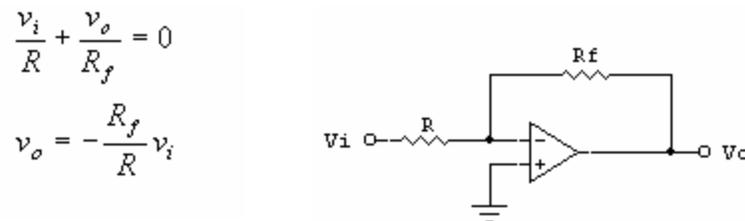

Figura 25. Configuración inversora
- Modo inversor: Es un circuito de ganancia constante muy usado. La tensión de salida se obtiene de multiplicar la entrada por una ganancia fija constante establecida por la relación entre las resistencias R_f y R , saliendo invertida la señal de salida respecto a la de la entrada (Figura 25).